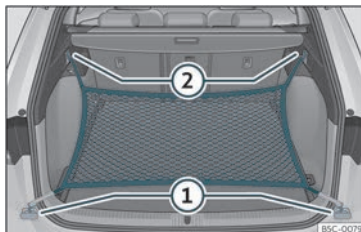

Fig. 117 Dans le coffre à bagages : œillets (1) et crochets (2) pour accrocher le sac pour filet.
- Fixez les crochets courts du filet aux œillets d'amarrage »» **fig. 117** (1) »» **Δ**. La fermeture à glissière du sac doit rester vers le haut.
- Fixez les rubans aux crochets pour accrocher des sacs (2).